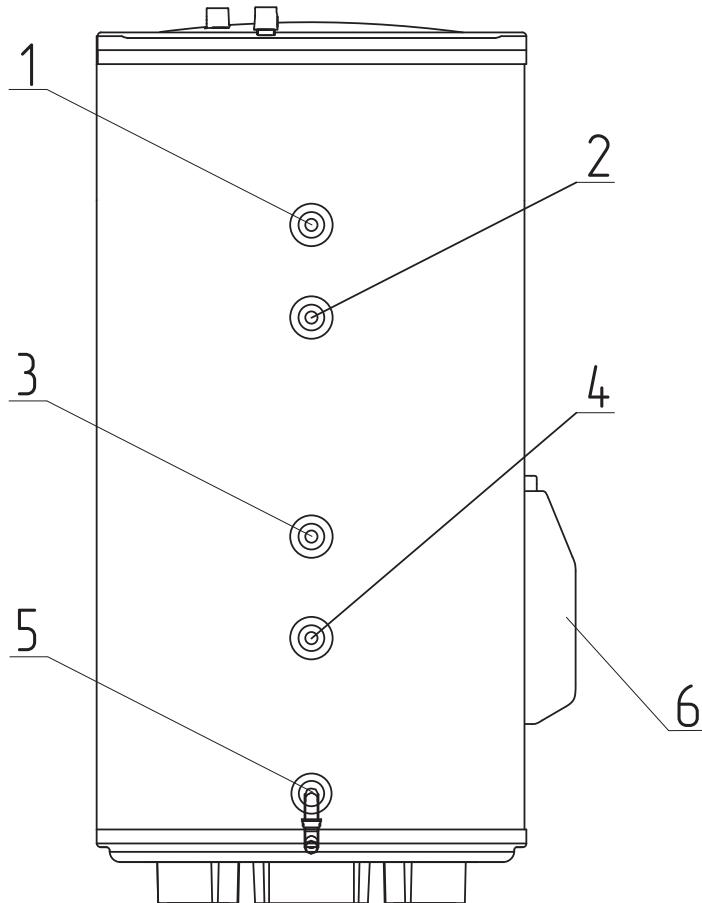
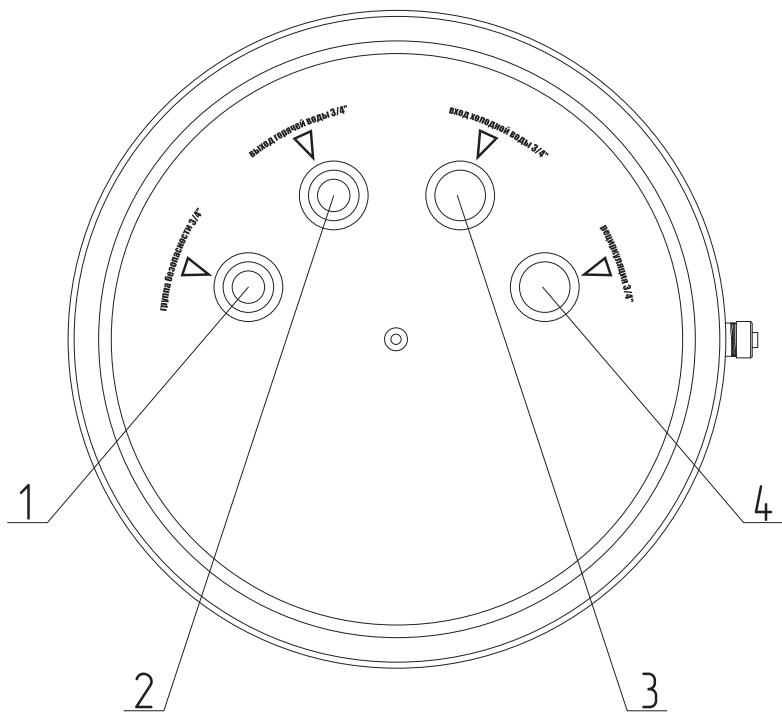
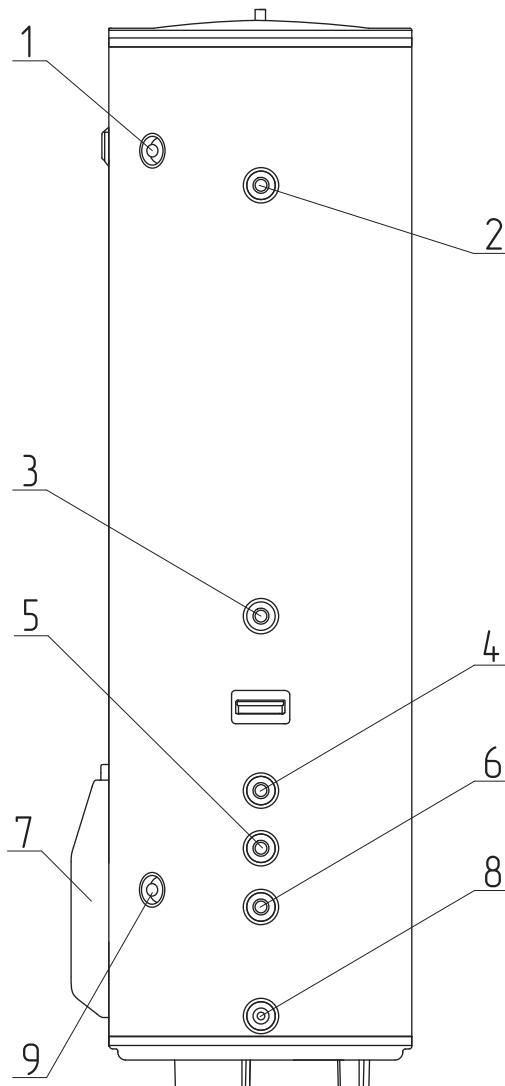
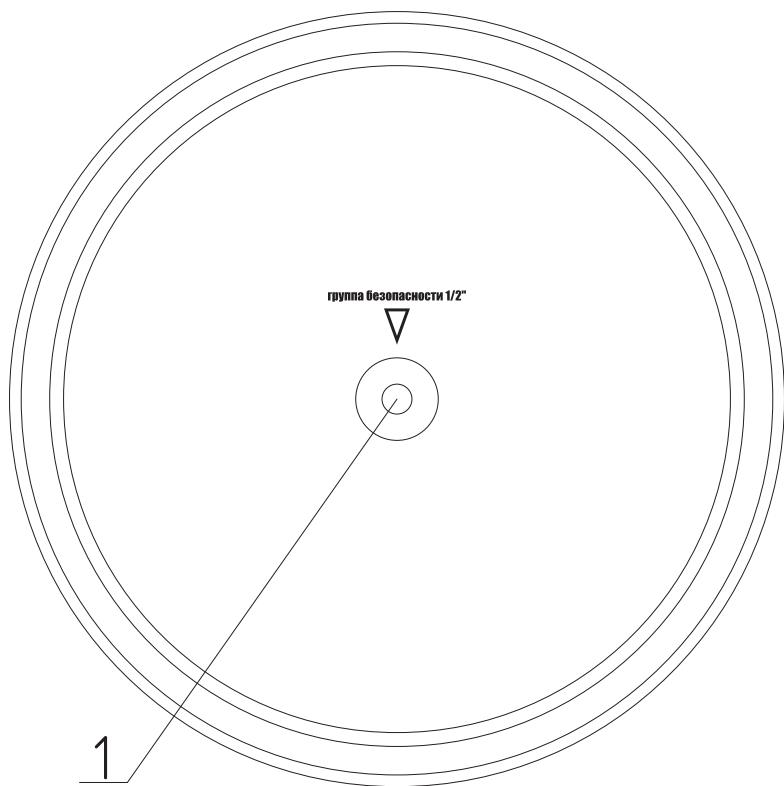

Рис.1 Устройство водонагревателя ZOTA TUNA 150-200
Рис.2 Устройство водонагревателя ZOTA TUNA 150-200 (вид сверху)
Рис.3 Устройство водонагревателя ZOTA TUNA 300
Рис.4 Устройство водонагревателя ZOTA TUNA 300 (вид сверху)
- Группу безопасности, с настройкой предохранительного клапана 6 бар, необходимо устанавливать на верхней крышке водонагревателя в резьбовой патрубок, специально предназначенный для этого (**Рис.2, поз.1; Рис.4, поз.1**). На отверстие предохранительного клапана, предназначенное для сброса давления и слива воды, должна быть установлена сливная трубка, выведенная в дренаж, для удаления воды.
4. На входной патрубок (**Рис.2, поз.3, Рис.3, поз.9**) накрутите предохранительный клапан так, чтобы течение воды совпадало с направлением стрелки на корпусе клапана. Во время работы водонагревателя вода может просачиваться из выпускной трубы предохранительного клапана для сброса излишнего давления, что происходит в целях безопасности водонагревателя. Эта выпускная труба должна оставаться открытой для атмосферы и должна быть установлена постоянно вниз и в незамерзающей окружающей среде.
6. К выходному патрубку водонагревателя (**Рис.2, поз.2, Рис.3, поз.1**) подключите магистраль горячего водоснабжения, идущую к потребителям.
7. Установите группу безопасности на предназначенный для этого патрубок, находящийся в верхней части водонагревателя (**Рис.2, поз.1, Рис.4, поз.1**).
Для непосредственного слива воды из внутреннего бака на водонагревателе предусмотрен сливной патрубок (**Рис.1, поз.5, Рис.3, поз.8**).